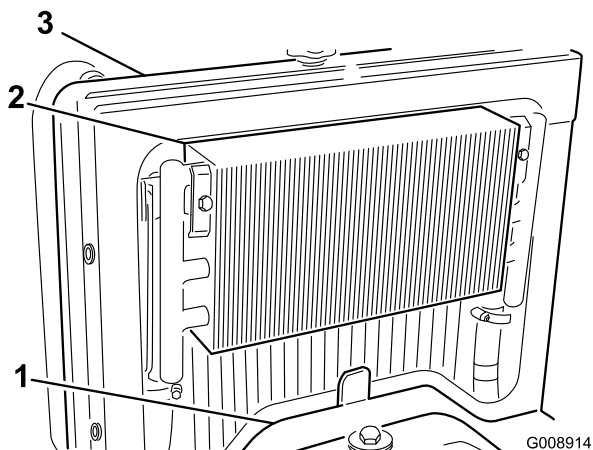

Figura 63
3. Retire el panel de acceso (Figura 63).